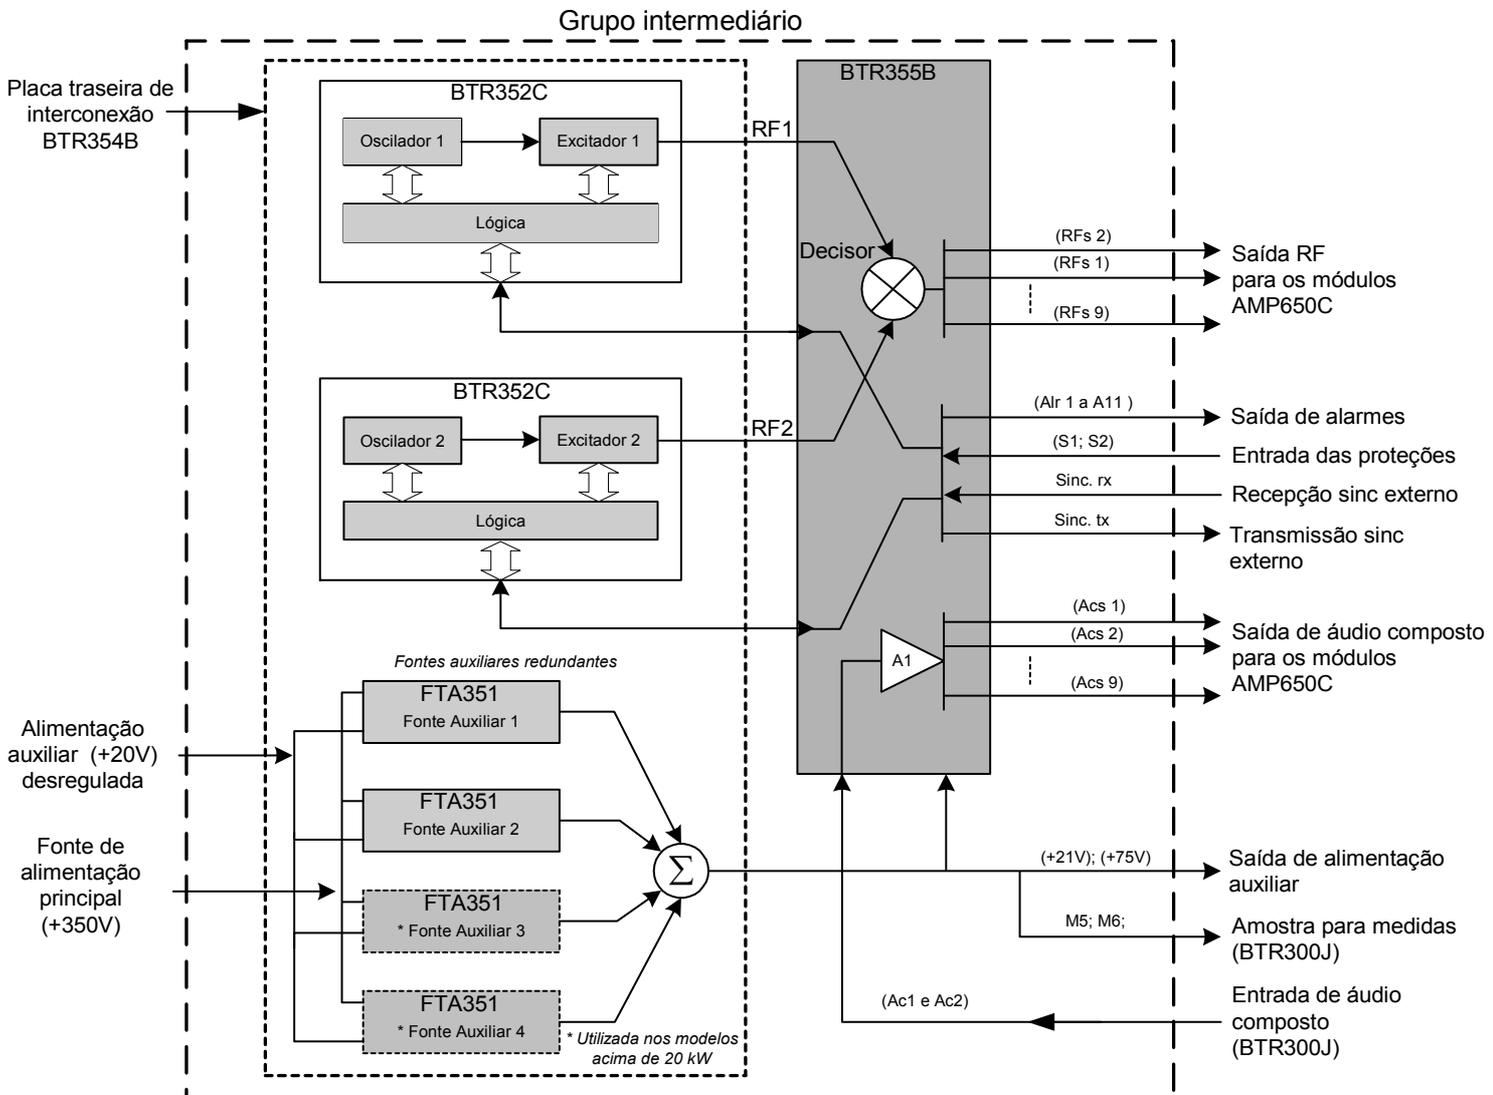

Figura 4.3.1.
4.2 Grupo intermediário. Diagrama em blocos figura 4.3.1.
A figura 4.3.1, mostra o diagrama em blocos simplificado do grupo intermediário formado pela placa BTR354B e BTR355B. A placa BTR354B interface de grupo intermediário, serve como painel traseiro de suporte dos módulos das placas BTR351B e BTR352C. Tem a função de substituir os fios de interligação entre as placas e interliga-las com o resto do transmissor. Seu diagrama esquemático é mostrado na figura 4.3.2. e a localização dos conectores e acessos na figura 4.3.3.
O módulo FTA351 possui duas fontes de alimentação estabilizadas que opera no modo chaveamento, encarregadas de gerar as tensões auxiliares para todos os circuitos intermediários do transmissor. O módulo FTA351 está inserido no circuito de interface de grupo do transmissor, junto com os módulos AMP650C e o módulo BTR352C; ver diagrama em blocos da figura 4.3.1.